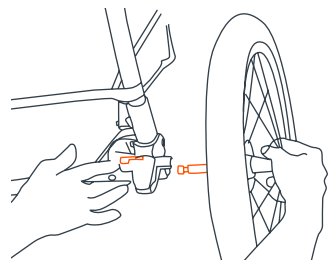

Fig. 8
- 8) • Incline el carrito hacia delante de modo que se apoye en la rueda delantera. Para colocar las ruedas traseras, empuje el eje de cada rueda dentro del accesorio plástico de la esquina como se indica en la Fig. 8. Baje la palanca metálica que está dentro del accesorio de la esquina mientras empuja el eje hacia el interior del mismo. Cuando no pueda empujar más la rueda, suelte la palanca. Tire de la rueda para verificar que se haya trabado en el accesorio de la esquina. Si no se trabó, levante la palanca, empuje la rueda aún más y suelte la palanca.